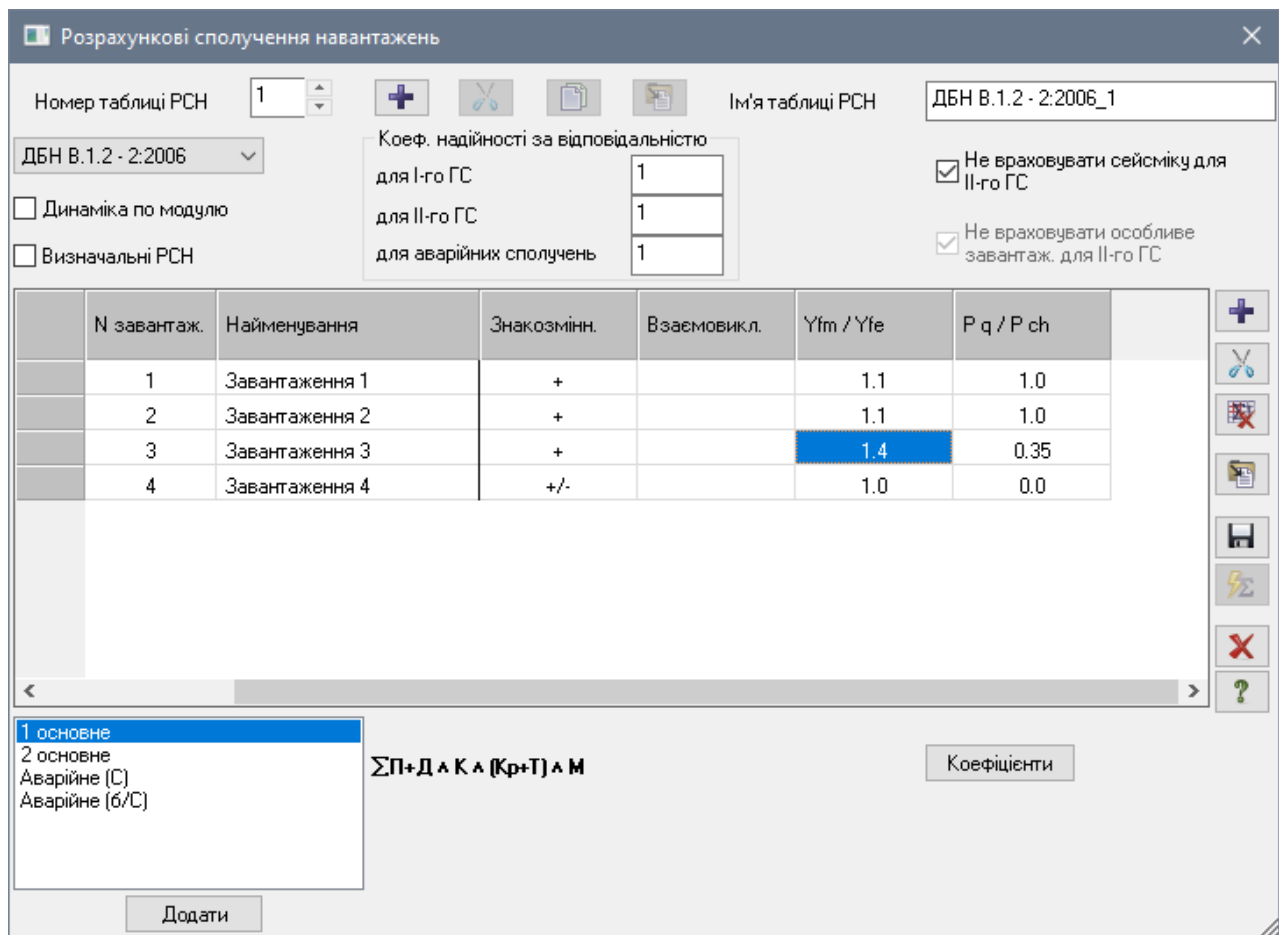

Рис. 4.29. Діалогове вікно Розрахункові сполучення навантажень
- Натиснувши на кнопку  – РСН (панель Дод. розрахунки на вкладці Розрахунок) відкрийте діалогове вікно **Розрахункові сполучення навантажень** (рис. 4.29).